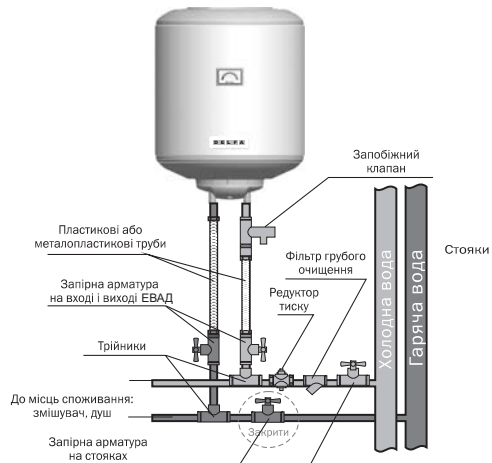

Рис. 5. Схема підключення до системи водопостачання
На трубопроводі холодної води необхідно встановлювати фільтр грубого очищення (у комплект постачання не входить) для запобігання попадання механічних домішок у запобіжний клапан (рис. 5). З'єднання з патрубками повинні бути герметичні. Для герметизації використовуйте льон, клоччя або стрічку-фум.
- перевірити роботу запірної арматури (Рис. 5), через яку вода надходить до квартири від стояків гарячої і холодної води. Несправності запірної арматури на стояках повинні бути усунені до початку підключення ЕВАД. У випадку відсутності запірної арматури на стояках, необхідно встановити її на водопровідних трубах;
- у трубовід холодної води встановити фільтр грубого очищення (Рис. 5);
- вимірити тиск у трубопроводі холодної води. При тиску більш 4 бар необхідно встановити редуктор на трубі холодної води (Рис. 5);
- на патрубку подачі холодної води до ЕВАД (помічений синім кільцем) встановити запобіжний клапан (Рис. 5), **закрутивши його не більш ніж на 3 - 4 оберти;**
- на зливний отвір запобіжного клапана (Рис. 5) необхідно встановити дренажну трубку (у комплект постачання не входить) для відведення води у випадку автоматичного скидання надлишкового тиску в робочому баці.
Для чого спочатку потрібно перекрити запірну арматуру на вході в ЕВАД (Рис. 5), а також відкрити кран гарячої води у місці споживання.
При тривалій перерві в роботі ЕВАД його необхідно від'єднати від електричної мережі та перекрити вентилі на вході та на виході (Рис. 5).